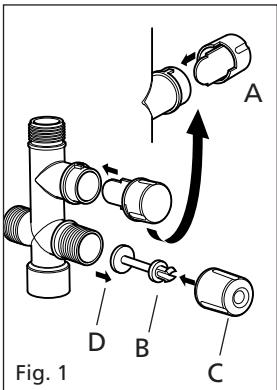

Fig. 1
1. Присоедините регулятор струи фонтана (см. Рис. 1-А) к тройнику таким образом, чтобы шпилька была расположена книзу и в тройнике. Плотно нажмите и защёлкните их вместе.
2. Присоедините стержень клапана (B) к регулятору струи водопада (C) и защёлкните их вместе. Прикрутите клапан к более длинной втулке (D) на тройнике (см. Рис. 1).